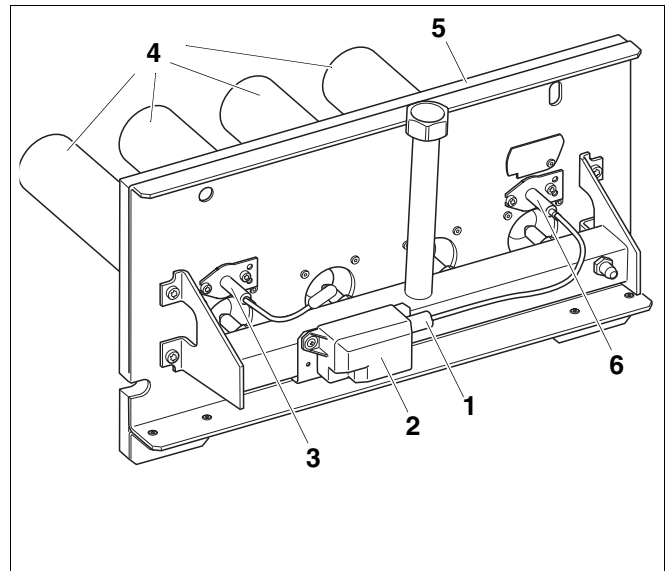

Abb. 43 Brenner reinigen
- Steckverbindung des Zündkabels (Abb. 43, **Pos. 1**) am Zündtrafo (Abb. 43, **Pos. 2**) lösen.
- Die beiden Schrauben an der Überwachungselektrode (Abb. 43, **Pos. 3**) lösen und Überwachungselektrode vorsichtig herausziehen.
- Die beiden Schrauben an der Zündelektrode (Abb. 43, **Pos. 6**) lösen und Zündelektrode vorsichtig herausziehen.
- Brennerstäbe (Abb. 43, **Pos. 4**) in Wasser mit Reinigungsmittel tauchen und abbürsten.
Achten Sie darauf, dass der Wärmeschutz am Brennerschild (Abb. 43, **Pos. 5**) und der Zündtrafo (Abb. 43, **Pos. 2**) nicht nass werden. Schrauben Sie den Zündtrafo gegebenenfalls ab.